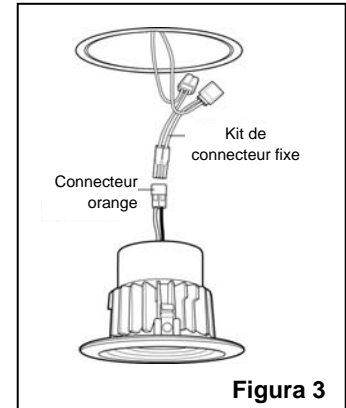

Figure 3
3. Retirez l'adaptateur de douille du boîtier. Coupez les deux fils de l'adaptateur près de l'adaptateur de douille et à distance du connecteur orange, puis jetez la douille. Retirez les (2) connecteurs bout-à-bout rouges du kit fixe. Appariez les fils du boîtier et du connecteur orange par couleur dans chaque connecteur rouge. Serrez fermement l'insert métallique en U sur les fils. Fermez le couvercle pour fixer et isoler la connexion. (Voir figure 3)